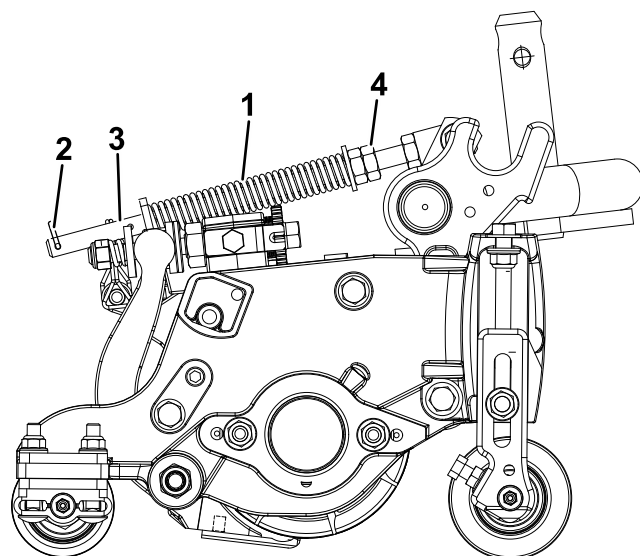

図 11
ターフ補正スプリング(図 11)は、前ローラから後ローラへと、カッティングユニットの体重移動を行います。これにより、マーセリングやボビングと呼ばれる「波打ったような」仕上がりを防いでいます。
1. スプリングロッドの後穴にヘアピンコッターを忘れずに取り付けてください(図 11)。